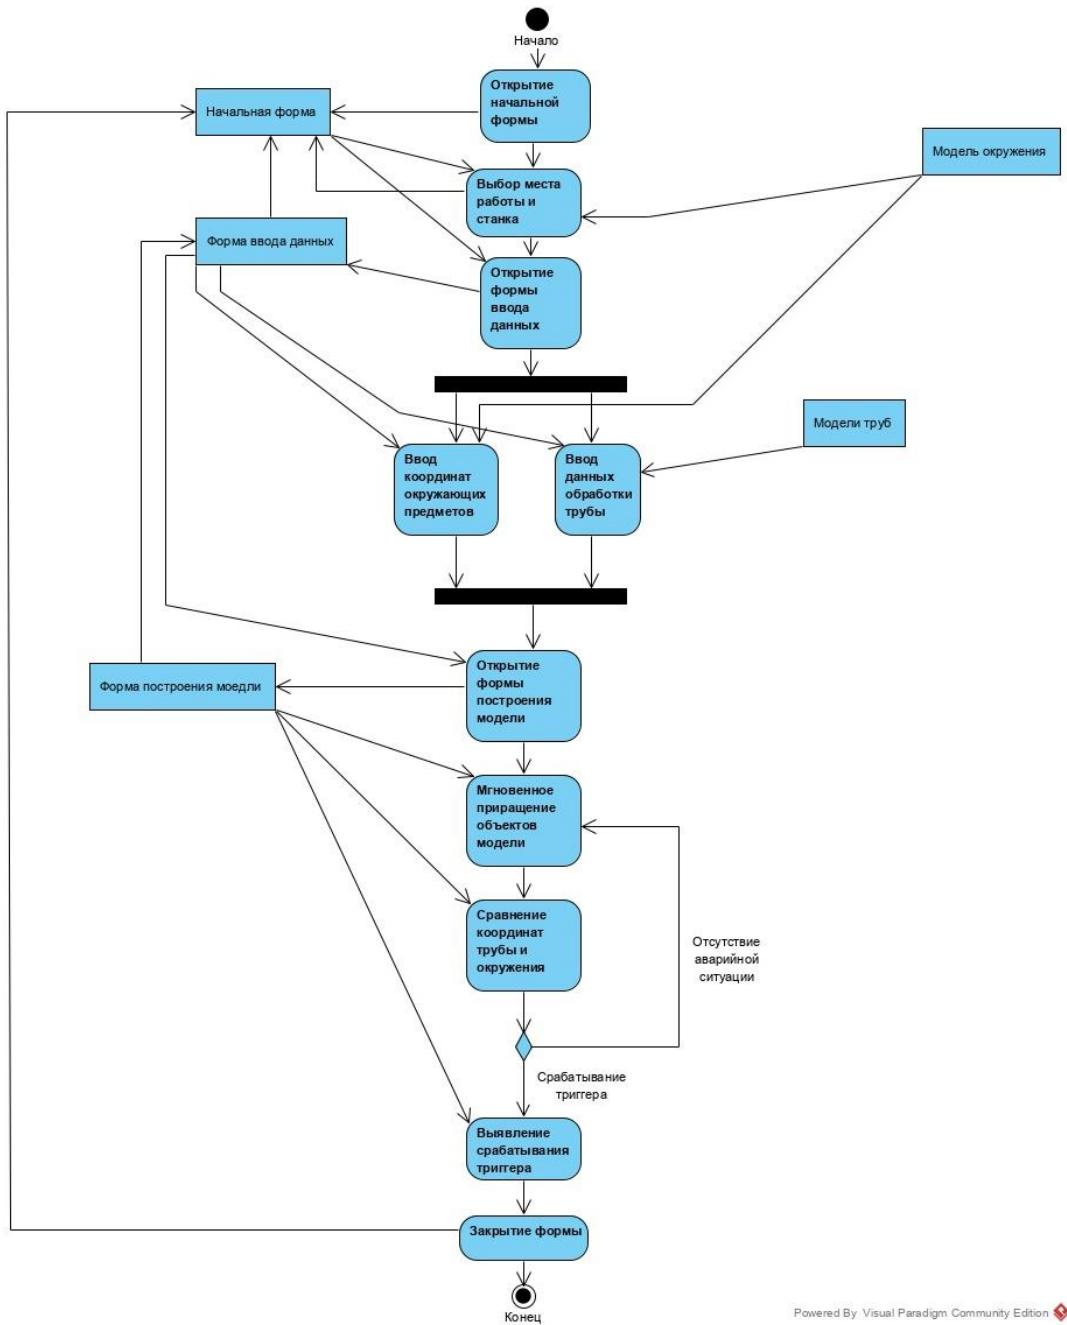

Рисунок 2
2) Обеспечение моделирования аварии (рисунок 2).